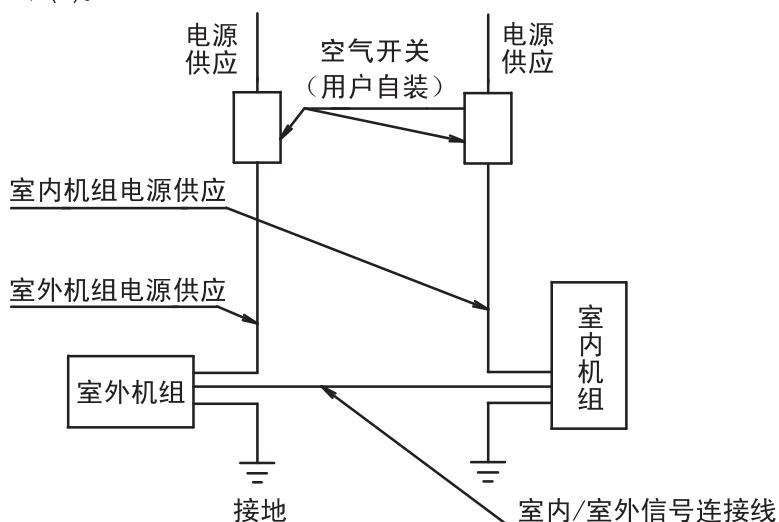

图14
- (1) 检查用户的电气部件(主电源开关、电线、接线端子等)是否与机器铭牌上的要求相符。
- (2) 检查并确认电源电压与额定电压的差值在额定电压的±10%以内。
- 2 应采用独立的电源供电并带有独立的空气开关。如图14。